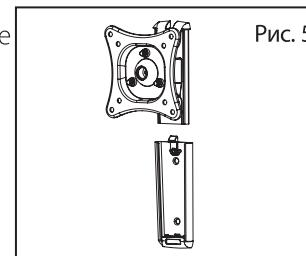

Рис. 5
- 1 Для завершения установки кронштейн в его основание, закрепленное ранее на стене (Рис. 5). При правильной установке Вы услышите щелчок.